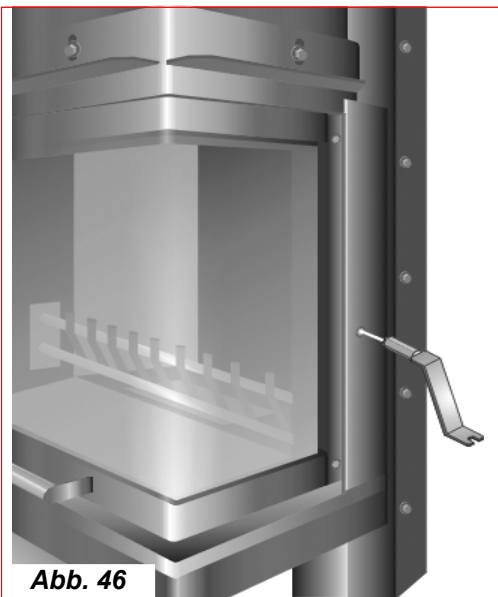

Abb. 46
- Mit dem beiliegenden Schlüssel (Lieferset) die Feststellschrauben (Abb. 46) lösen und die Sichtscheibe öffnen.